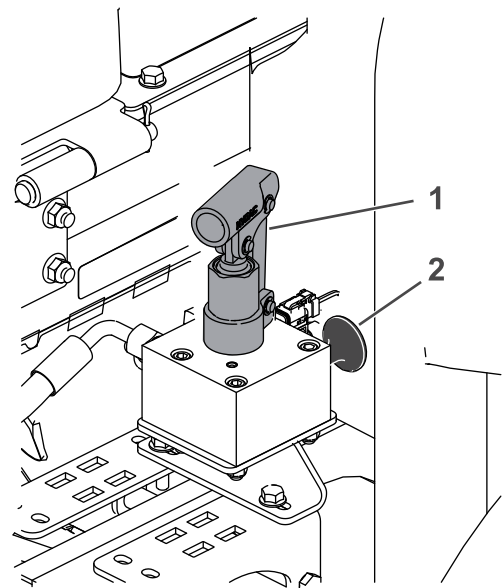

Figure 63
4. Localisez le collecteur de desserrage du frein près de la roue avant droite et derrière le réservoir de liquide hydraulique (Figure 63).